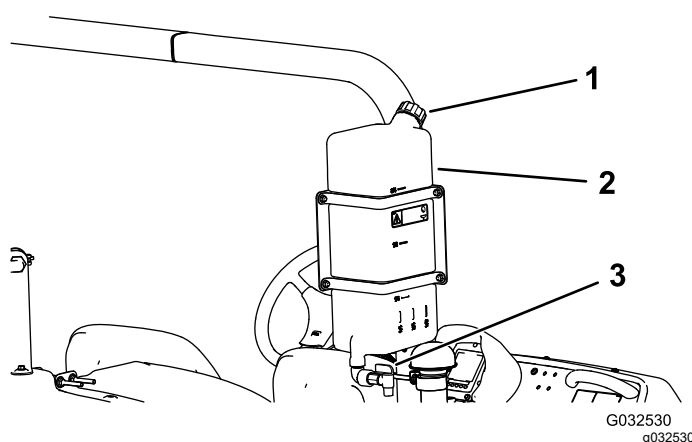

Figura 24
- Pentru a umple rezervorul, deșurbați capacul din partea de sus a rezervorului, umpleți rezervorul cu apă proaspătă și montați capacul (Figura 24).
- Pentru a deschide robinetul rezervorului de apă proaspătă, rotiți maneta de pe robinet (Figura 24).